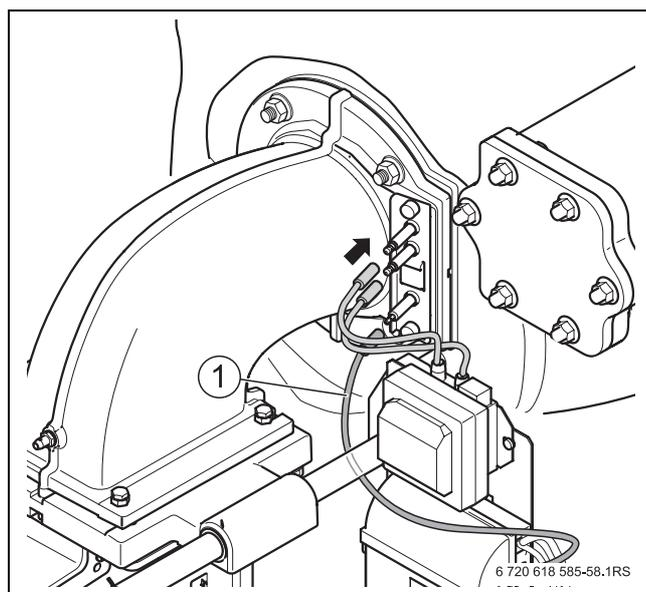

Рис. 62 Штекерные соединения на блоке электродов
- ▶ Подключите все электрические провода к газовой арматуре, вентилятору и блоку электродов. При этом проложите ионизационный кабель [1] как показано на рис. 62 (под направляющей штангой).